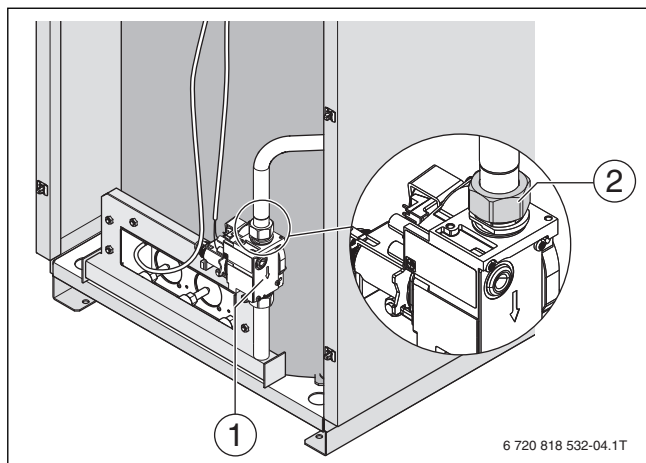

Рис. 34 Демонтаж горелки
- Подсоедините газоподводящую трубу к клапану резьбовым соединением [2] с моментом затяжки 48-52 Н*м (→ рис. 34, стр. 33).